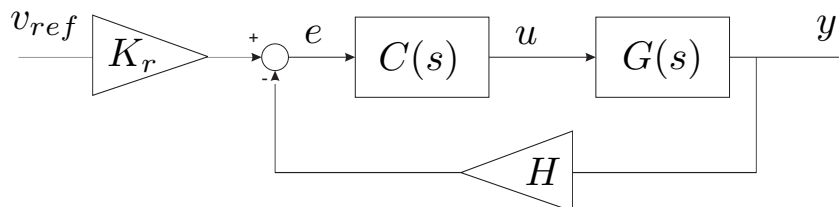

Figura 5: Diagrama de retroacção para controlo de velocidade. Ganho de retroacção não unitário.
5) Considere ainda o controlador PI e que existem ganhos na retroacção, H e no sinal de referência, K_r (ver figura 5). Qual o valor da resposta ao escalão unitário, y quando $t \rightarrow +\infty$, $K_r = 1$ e $H = 1.1$ ou $H = 0$? No caso de $H = 1.1$, como pode ser obtido $y_\infty = 1$ mantendo as especificações da alínea anterior? Realize as simulações indicadas em Apêndice para apoio da resposta. Interprete os resultados obtidos.